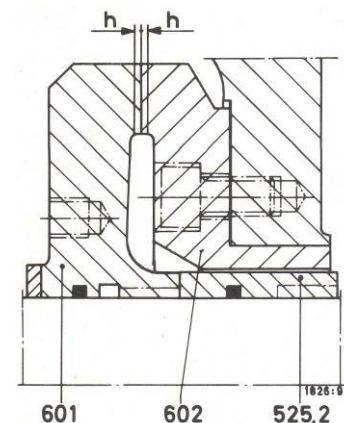

Figura 32 – Remecanizado del dispositivo de equilibrio
En caso de fricción del disco de equilibrio (601) en el contra disco de equilibrio (602), las superficies desgastadas deben recuperarse mediante mecanizado (usar mandril con punta de centrado). El remecanizado con un mandril de punta garantiza a las caras giratorias una precisión de rotación suficiente en relación a las perforaciones. (Tiempo máximo de repetición 2 h = 2 mm, ver figura 32). Surcos aislados, más profundos pueden permanecer.